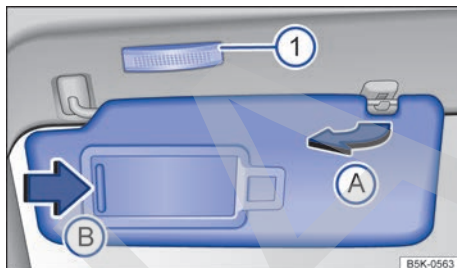

Fig. 117 En el revestimiento interior de la parte de lantera del techo: parasol.
- Se pueden extraer del soporte y girar hacia las puertas → fig. 117 (A).
En la parte posterior del parasol hay un espejo de cortesía provisto de una tapa. Al desplazar la tapa → fig. 117 (B), se enciende una luz → fig. 117 (1).